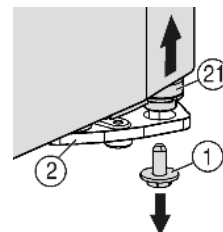
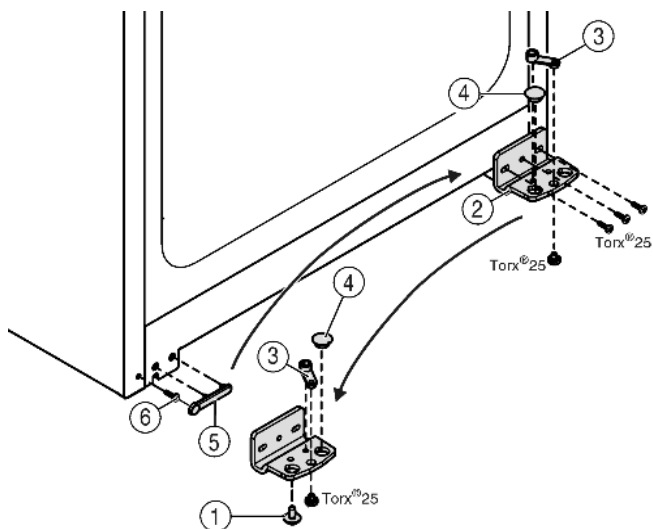

Fig. 5
Fig. 6
- ▶ Dolje desno u ležištu vrata odvrnite i izvadite sigurnosni vijak Fig. 5 (1).
- ▶ Svornjak ležišta Fig. 5 (21) odvojite se od ležišta vrata Fig. 6 (2).
- ▶ Ako se svornjak ležišta Fig. 5 (21) ne odvoji, istisnite svornjak odozdo prema van.
- ▶ Odvrite vijke podloška ležaja Fig. 6 (2).
- ▶ Odvijte dio ležišta Fig. 6 (3) i premjestite ga u nasuprotnu prihvatnu rupu podloška ležaja, ponovo ga zavijte.
- ▶ Izvadite čepove Fig. 6 (4) iz podloška ležaja i premjestite ih u nasuprotnu prihvatnu rupu podloška ležaja.
- ▶ Oprezno podignite pokrov Fig. 6 (5) na strani ručke.
- ▶ Odvijte vijak Fig. 6 (6) i ponovo ga umetnite na drugu stranu.
- ▶ Ponovo stavite poklopac Fig. 6 (5).
- ▶ Eventualno pomoću odvijača na baterije ponovo čvrsto pričvrstite vijcima podložak ležišta Fig. 6 (2) na novoj strani šarke (**s 4 Nm**).
- ▶ Sigurnosni vijak Fig. 5 (1) uvrnite u svornjak ležišta i čvrsto zategnite (**s 4 Nm**).